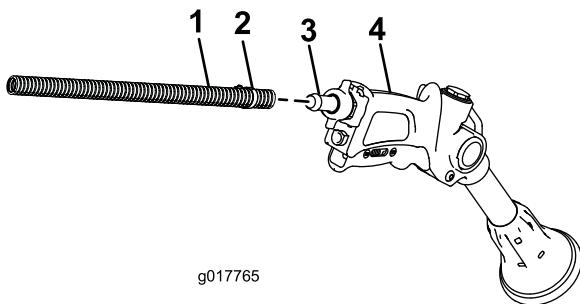

Figura 18
- Conecte el extremo libre de la manguera larga al acoplamiento de la pistola de fumigación (Figura 18).